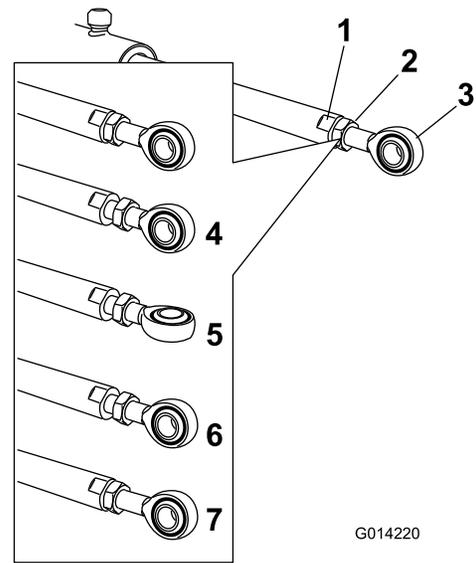

图97
5. 在提升器杆的平整侧用扳手进行固定，然后松开锁紧螺母，以操纵孔眼杆（图97）。
6. 转动提升器杆上的孔眼杆，将延伸的提升器缩短或延长至所需的位置（图97）。